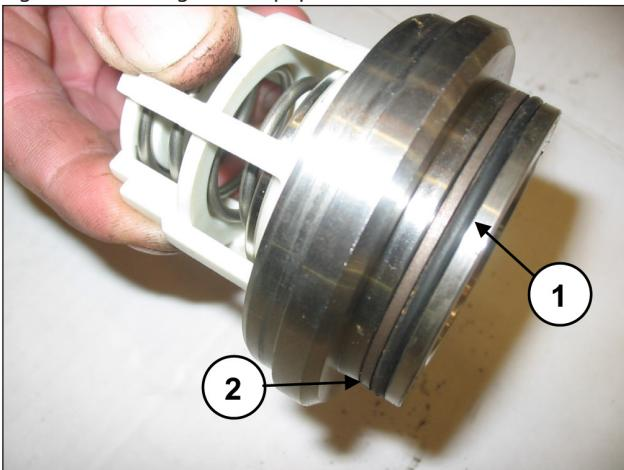

Fig. 123
Monter le joint torique, rep. vue éclatée n° 5 (rep. ①, Fig. 123) et la bague anti-extrusion, rep. vue éclatée n° 15 (rep. ②, Fig. 123) sur le siège de soupape de refoulement.